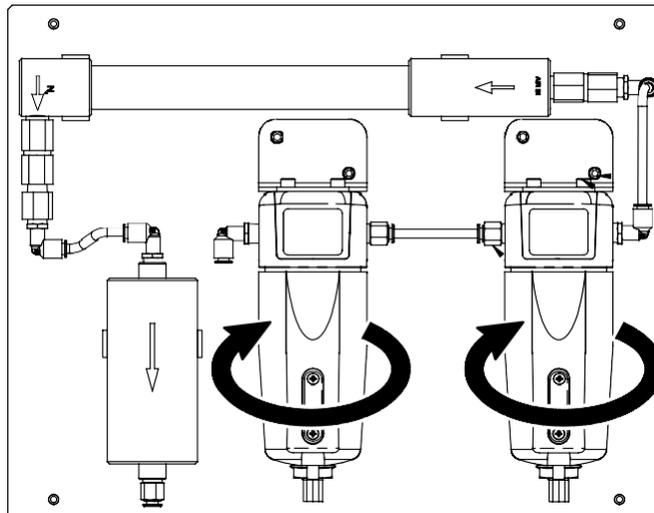

Figura 6 Removendo os elementos do filtro (gerador mostrado sem a proteção)
2. Ver a Figura 6. Remover os compartimentos dos filtros, girando-os ¼ de volta em sentido anti-horário.